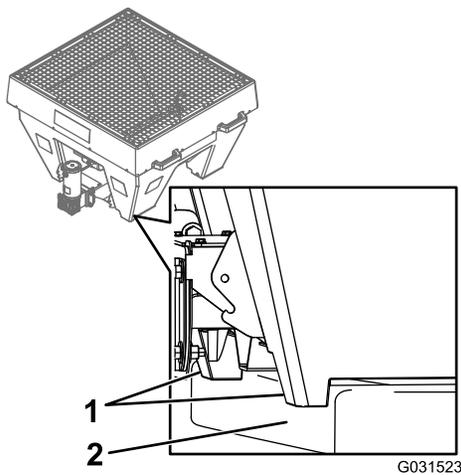

Figure 5
3. Poussez l'épandeur vers la cabine du véhicule utilitaire jusqu'à ce que le pied de butée cogne le plateau du véhicule (Figure 5).